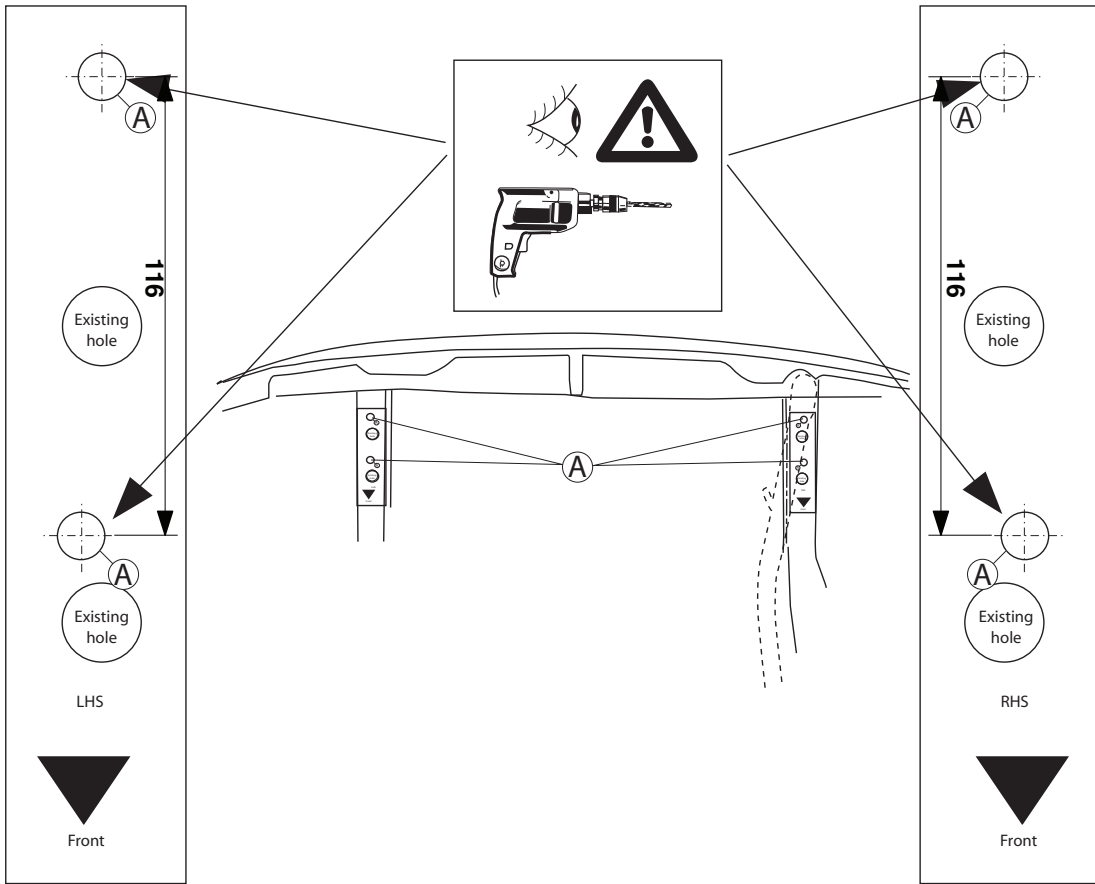

Fig. 1
3. Приставить шаблоны снизу к балкам шасси. См. рис. 1.